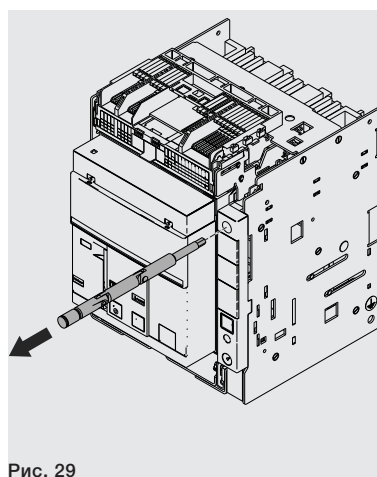

Рис. 29
3. Извлечь из гнезда рукоятку выкатывания (см. Рис. 29).